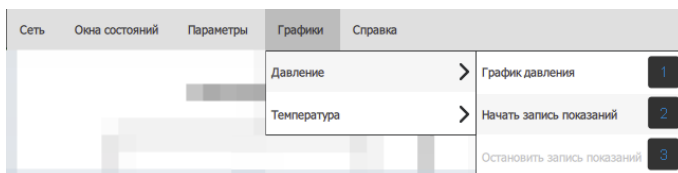

Рисунок 12 - Подраздел «Давление»
В подразделе «Давление» можно открыть окно с графиком давления (1), начать (2) или остановить (3) запись показаний давления в файл7 (см. рис. 12).